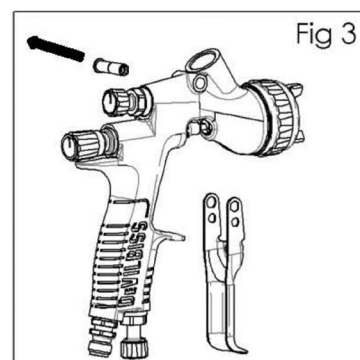

Fig 3
2. Retirez le goujon de la gâchette (40) puis enlevez la gâchette (39) (Voir fig 3).